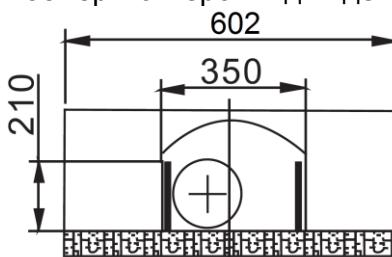

Рис. 2
1. Проделайте 4 отверстия с помощью дрели в правильном месте на стене (диаметр 8 мм, глубина 60 мм), с помощью молотка вставьте в отверстия дюбели и установите крепление, затем затяните 4 самореза 5x58 (см. Рис. 2).